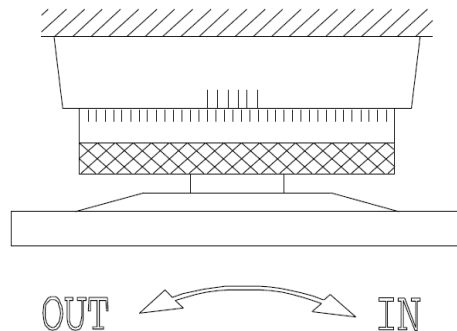

Рис.6.8c
2.c. Для поперечного перемещения стола вручную, отключите сначала автоматическую поперечную подачу, затем вращая маховик переместите стол в поперечном направлении (Рис.6.8c). Автоматическая поперечная подача функционирует только при работающем гидравлическом столе.